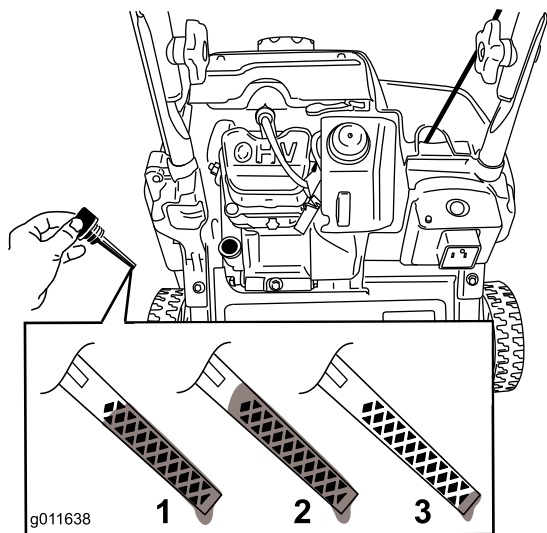

Figure 13
3. Nettoyez la surface autour du bouchon de remplissage (Figure 13).
8. Pour déterminer le niveau d'huile correct indiqué par la jauge, voir (Figure 13).